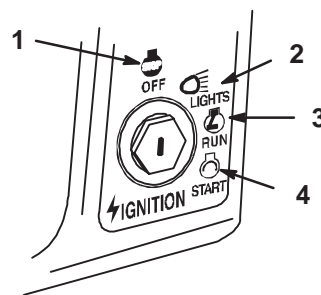

Figure 12
6. Tournez la clé de contact et maintenez-la en position Démarrage (Start) (Fig. 12). Relâchez la clé quand le moteur démarre.
3. Tournez la clé de contact en position contact coupé (off) (Fig. 12).